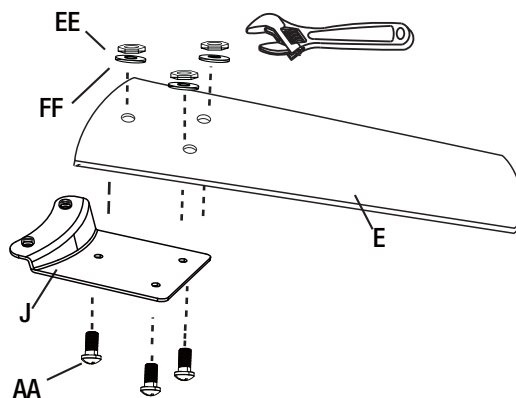

Figura 14
- Monte los soportes de las hojas (J) a las hojas del ventilador (E) con los tornillos de la hoja (AA), las tuercas hexagonales (EE) y las arandelas planas (FF) provistos, 3 por cada hoja (Figura 14).